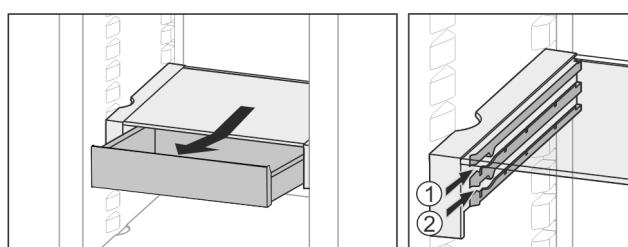

Fig. 32
- Zasuňte ju v ľubovoľnej výške Fig. 32 (1) alebo Fig. 32 (2).